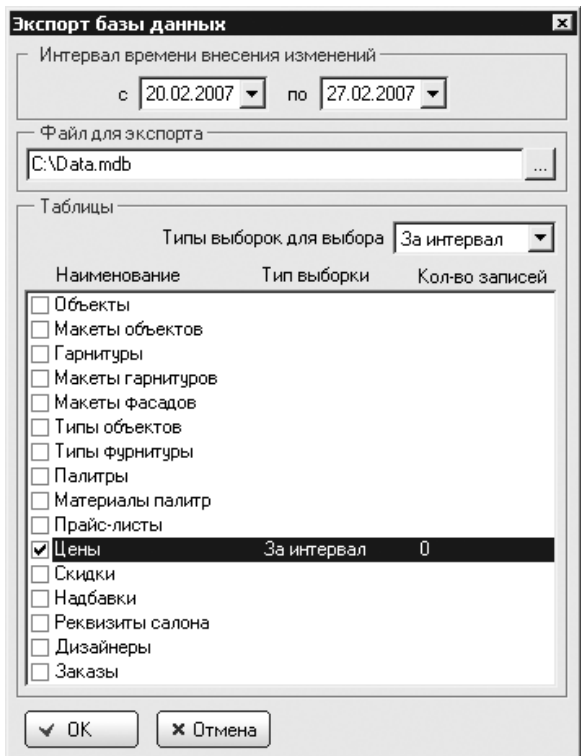

Рис. 8.29
2. В открывающемся списке Действие указать задачу для программы, выбрав один из вариантов: Экспорт данных в 1С, Импорт базы данных, Экспорт базы данных, Импорт всей базы данных. Выберем, например, параметр Экспорт базы данных и нажмем кнопку ОК — откроется одноименное окно (рис. 8.29).